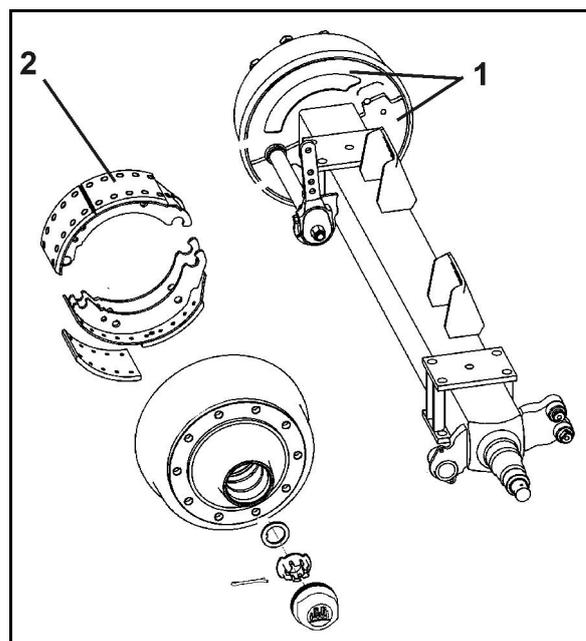

Рис. 136
1. Выверните болты и снимите оба защитных кожуха (Рис. 136/1) с внутренней стороны тормозного барабана.
Грязь может скапливаться на тормозных накладках (Рис. 136/2) и значительно снижать эффективность торможения.